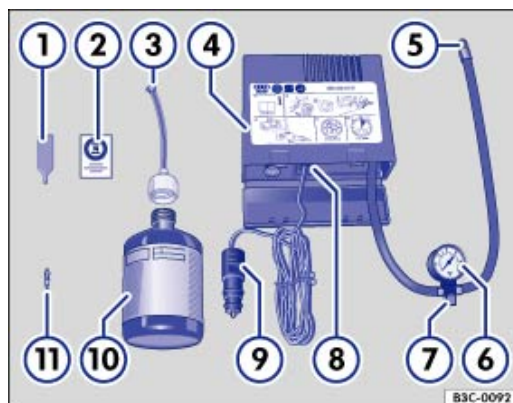

Fig. 237 Schéma de principe : composition du kit de crevaison.
Le kit de crevaison peut se trouver à différents endroits du véhicule, par ex. dans le rangement latéral du coffre à bagages ou sous le plancher modulable de coffre à bagages. Il se compose des éléments suivants → Fig. 237 :
- Dévissez l'obus de valve de la valve du pneu à l'aide de l'extracteur d'obus → Fig. 237  et placez-le sur un support propre.
- Secouez plusieurs fois énergiquement la bouteille de produit de colmatage des pneus → Fig. 237  .
- Vissez fermement le flexible de remplissage → Fig. 237  sur la bouteille de produit de colmatage des pneus dans le sens des aiguilles d'une montre. Le film situé sur le bouchon est alors automatiquement percé.
- Retirez le bouchon du flexible de remplissage → Fig. 237  et enfoncez l'extrémité libre sur la valve.
- Revissez l'obus de valve dans la valve du pneu à l'aide de l'extracteur d'obus → Fig. 237  .
- Vissez fermement le flexible de gonflage du pneu → Fig. 237  du compresseur d'air sur la valve du pneu.
- Veillez à ce que la vis de décharge de pression d'air → Fig. 237  soit fermée.
- Branchez la fiche électrique → Fig. 237  dans une prise de courant 12 volts du véhicule → Prises de courant .
- Mettez en marche le compresseur d'air à l'aide de l'interrupteur MARCHE/ARRÊT → Fig. 237  .
Raccordez le flexible de gonflage du pneu → Fig. 237  et consultez la pression indiquée sur le manomètre .